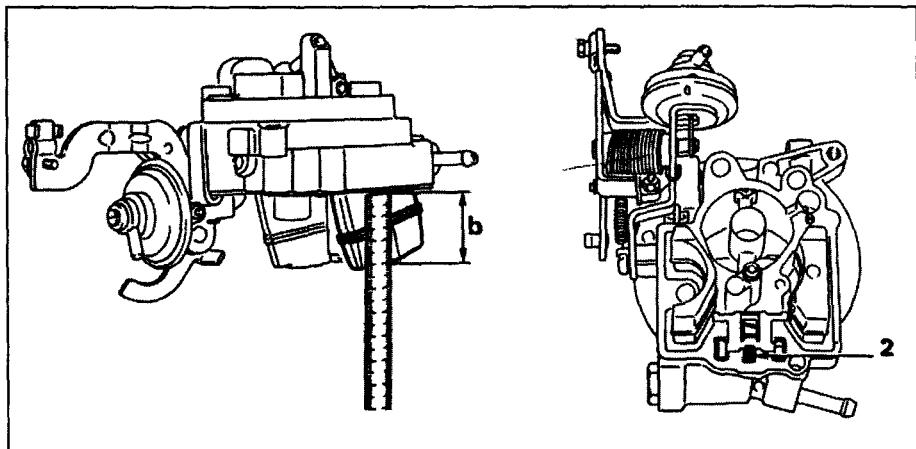

Рис. 4.13 Регулировка хода поплавка
- 13 Измерьте расстояние между основанием поплавка и крышкой карбюратора (вместе с прокладкой) (рис. 4.13).